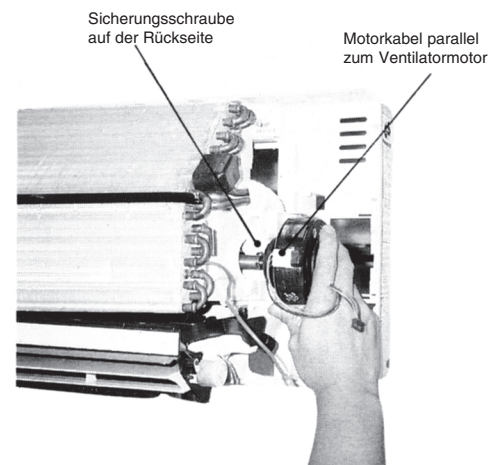

Abb. 8
- Beim Einbauen des Ventilatormotors ist darauf zu achten, daß die sich Sicherungsschraube auf der Rückseite befindet, und daß das Motorkabel parallel zum Ventilatormotor verläuft (Abbildung 8).